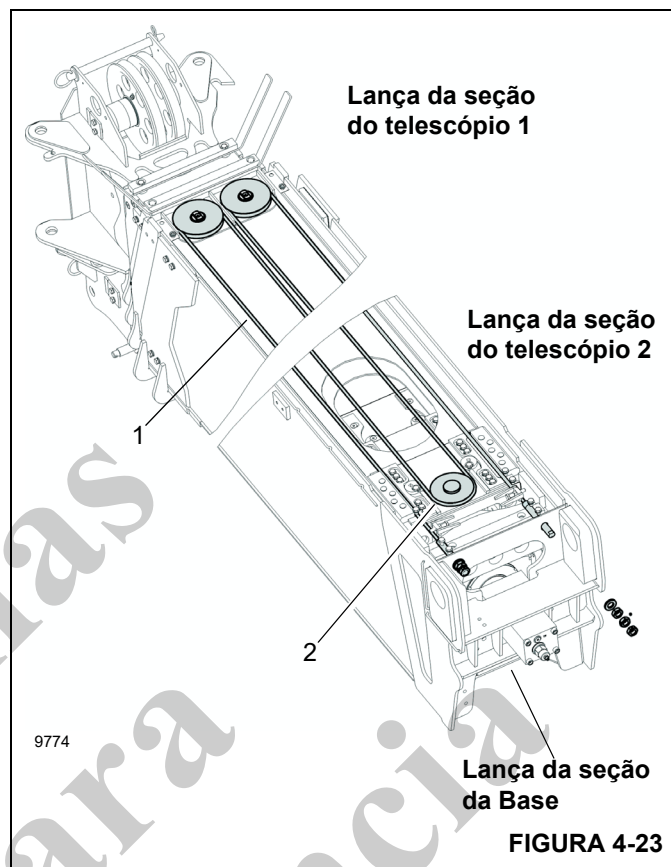

FIGURA 4-23
29. Estire o cabo de sincronização com diâmetro de 3/8 (1, Figura 4-23) para fora, junte as extremidades rosca-das novamente para formar um laço e encontre o centro do comprimento do cabo. Deslize esse laço intermediário da parte frontal para a traseira através da fenda de fixação do cabo na parte superior da base da lança da seção do Telescópio 2. Deslize a polia retentora (2) para sua fenda, da parte traseira para a dianteira, para que a porção elevada da polia deslize na fenda da placa de fixação do cabo. Puxe esse laço do cabo para frente para travar o cabo de sincronização (1) na lança da seção do Telescópio 2. Coloque o conjunto da caixa de polias (42, Figura 4-12) na parte superior frontal da lança da seção do Telescópio 2 com sua barra superior voltada para cima e para a frente. Passe as duas extremidades rosca-das do cabo em direção à traseira da lança para formar dois laços, esquerdo e direito, na frente da lança. Deslize os laços esquerdo e direito para os lados esquerdo e direito do conjunto da caixa de polias.
30. Instale rolamentos (44) nas polias (45), aplique graxa de chassi com pincel, instale os pinos com extremidades achatadas (43) nas polias com as graxeiros voltadas para a traseira da lança e deslize os pinos (com as polias) para dentro das fendas na frente do conjunto da caixa de polias. Puxe as extremidades rosca-das dos cabos em direção à base da lança e passe sobre a base da lança.
11. Instale a placa de desgaste (47, Figura 4-12) na parte superior do conjunto de fixação dos cabos de extensão 2/3/4 (18) usando parafusos (48), em seguida, instale o conjunto de fixação dos cabos de extensão 2/3/4 nas fendas na base, na parte superior da lança da seção do Telescópio 1 enquanto guia os cabos de extensão 2/3/4 ao conjunto de fixação. Instale espaçadores (19), porcas (21), porcas sextavadas (20) e parafusos de trava (49) nas extremidades roscadas dos cabos de extensão 2/3/4. Trave o conjunto de fixação do cabo (18) no lugar com parafusos (17) pelas placas laterais superiores traseiras da lança da seção do Telescópio 1. Aperte as porcas (21), as porcas sextavadas (20) e os parafusos de trava (49) de acordo com "Retenção do cabo" na página 4-34. Assegure que os cabos de sincronização (1, Figura 4-23) estejam rosqueados na parte superior da fixação dos cabos de extensão 2/3/4 (18, Figura 4-12).